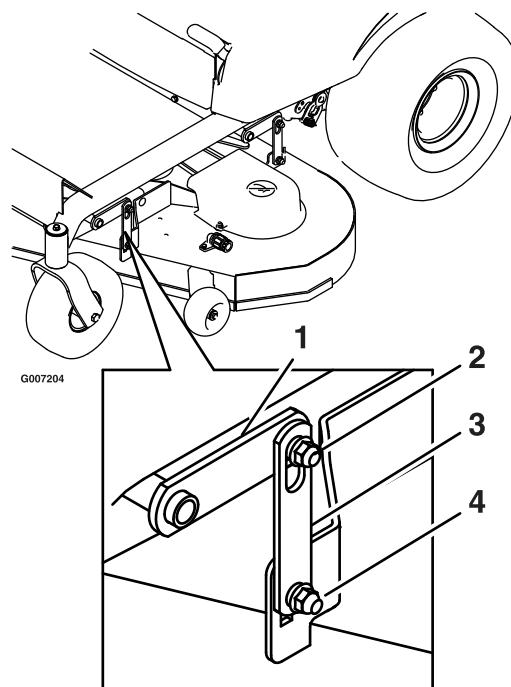

Figura 51
7. Afloje las tuercas de ajuste del sistema de nivelación (pieza 4) en las cuatro esquinas de modo que la plataforma quede bien asentada en los cuatro bloques. Asegúrese de que las barras de soporte de la plataforma están bajadas del todo (en la parte superior de la ranura) y que el pedal de elevación de la plataforma está hacia atrás, contra el tope, y apriete las cuatro tuercas de ajuste del sistema de nivelación (Figura 51).